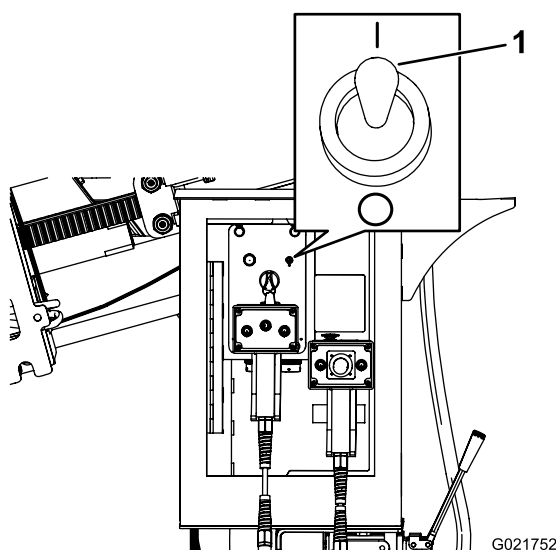

Figura 158
6. Mova o interruptor da mangueira de aspersão para a posição On (Figura 158).